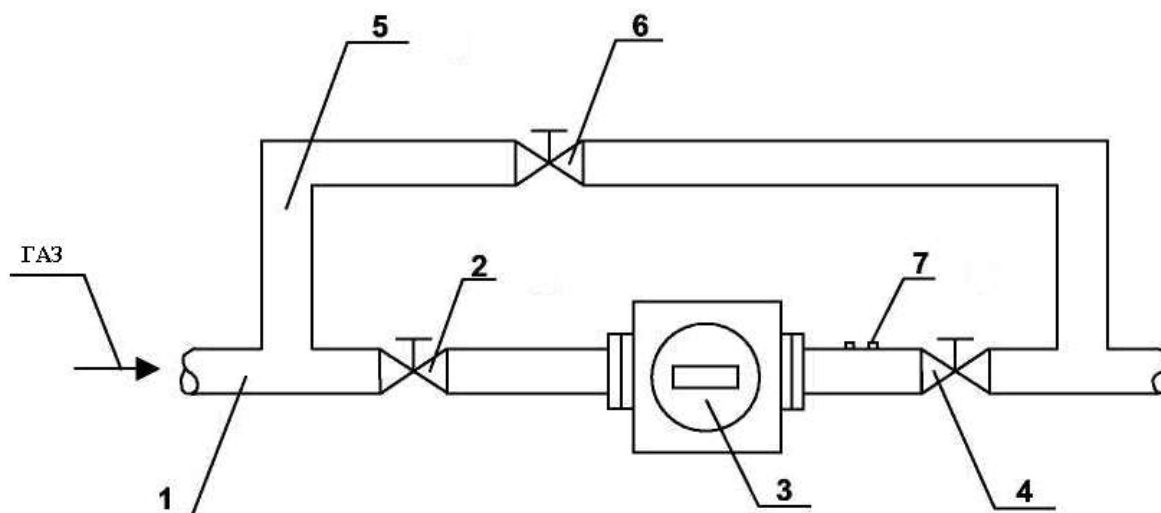

Рисунок 10 Установка счетчика
3.5.5 С помощью вентиля 2 ( рисунок 10) очень медленно с учетом требований п. 3.5.3 увеличивайте давление на счетчике.